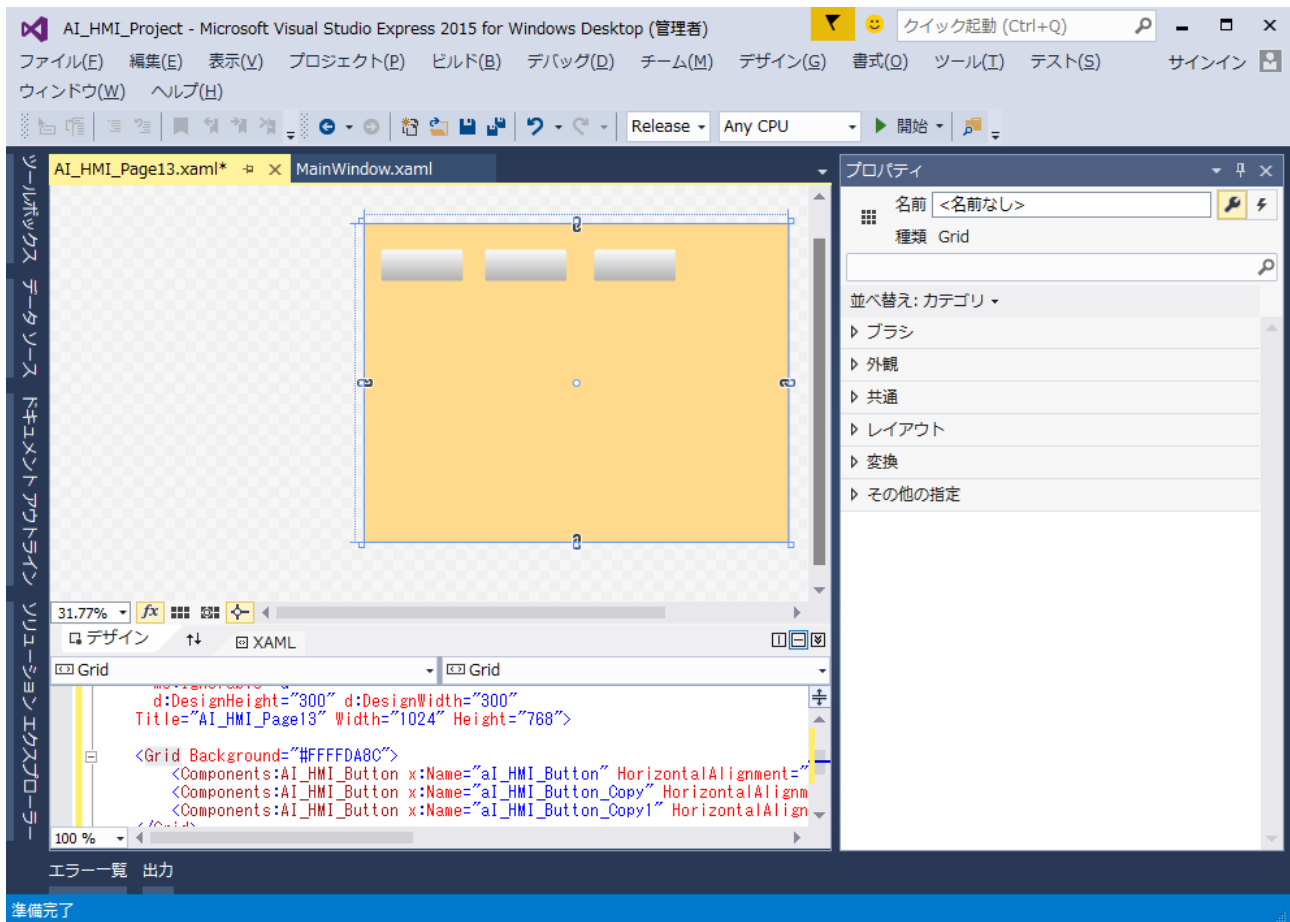

図 10-2-1 言語切替画面の作成
- ① AI HMI Button コンポーネントを図 10-2-1 のように配置してください。